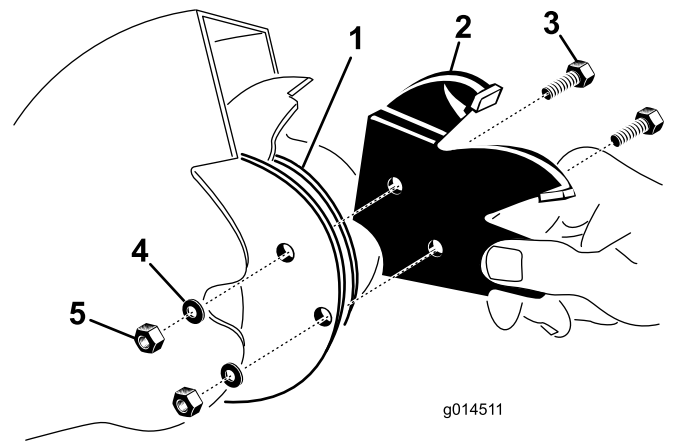

Figura 22
4. Introduzca la sección de la cuchilla entre las bridas de montaje de la cuchilla (Figura 22) y sujétela con 2 pernos, arandelas de freno y tuercas.
2. Retire los dos pernos que sujetan cada sección de cuchilla. Tenga cuidado de que al aflojarse, las secciones no puedan caerse y romperse (Figura 22).